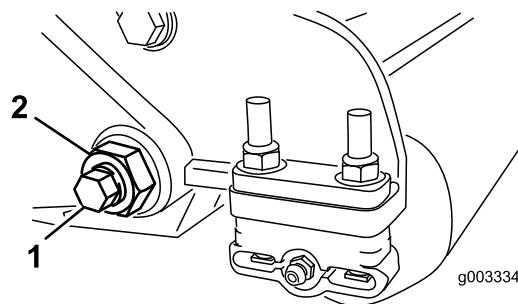
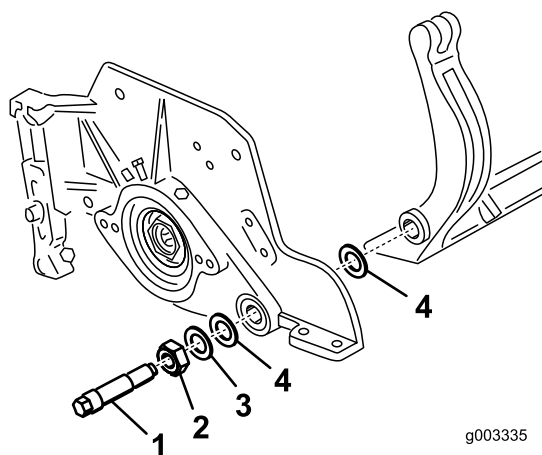

Figura 30
Figura 31
3. En cada lado de la máquina, afloje la contratuerca que fija el perno de la barra de asiento (Figura 30).
4. Retire cada perno de la barra de asiento, para poder tirar de la barra hacia abajo y retirarla de la máquina (Figura 30). Guarde las 2 arandelas de nylon y la arandela de acero troquelado de cada extremo de la barra de asiento (Figura 31).
2. Fije la barra de asiento a cada chapa lateral con los pernos de la barra (con tuercas en los pernos) y las 6 arandelas. Debe colocarse una arandela de nylon en cada lado del saliente de la chapa lateral. Coloque una arandela de acero por fuera de cada arandela de nylon (Figura 31). Apriete los pernos de la barra de asiento a 27-36 N-m.
3. Apriete las contratuercas uniformemente en cada lado hasta que no pueda girar las arandelas de acero exteriores a mano. Luego afloje las contratuercas hasta que apenas pueda girar las arandelas de acero exteriores a mano, y toda la holgura haya quedado eliminada de la barra de asiento (Figura 31).
a 27–36 N-m. Apriete las contratuercas hasta que la arandela de acero exterior deje de girar, y la holgura quede eliminada, pero no apriete demasiado ni desvíe las chapas laterales. Las arandelas del interior pueden tener cierta holgura (Figura 31).